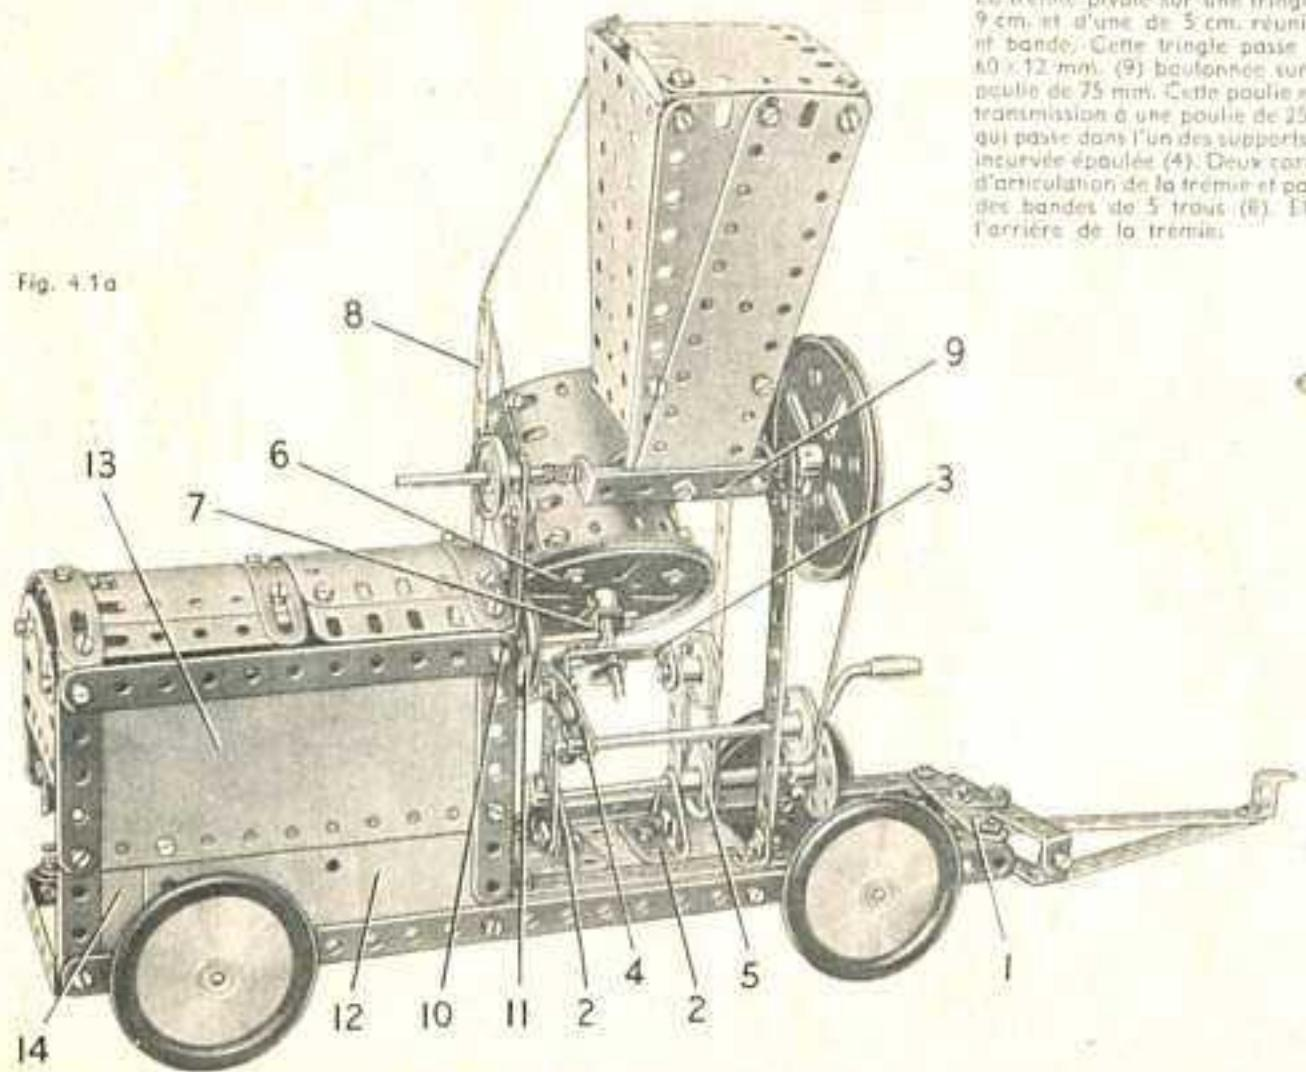

Fig. 4.1a
Les supports de la trémie de chargement sont quatre bandes de 11 trous fixées sur des équerres boulonnées au châssis et reliées à leur sommet par des bandes incurvées épaulées. Deux des bandes de 11 trous sont prolongées par des bandes de 5 trous (B). Les tôles de la trémie sont des plaques-secteur à rebord qui sont boulonnées sur des plaques flexibles de 14×4 cm., disposées comme le montre la figure 4-1a. L'arrière de la trémie est une plaque flexible de 6×6 cm., fixée par des équerres.